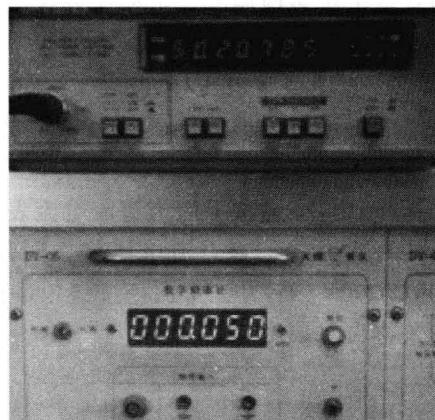

图 1-20 函数信号发生器和频率计的连接
(1) 如图 1-20 所示，打开信号发生器及频率计电源，频率计开关选择“内测”，分别调节信号发生器，输出 500Hz、1200Hz、5kHz、20kHz 信号。
(2) 调节信号发生器输出为正弦波，频率为 1kHz，连接电压表，输出 24mV、180mV、500mV、1.8V、6.3V、8.5V 信号。